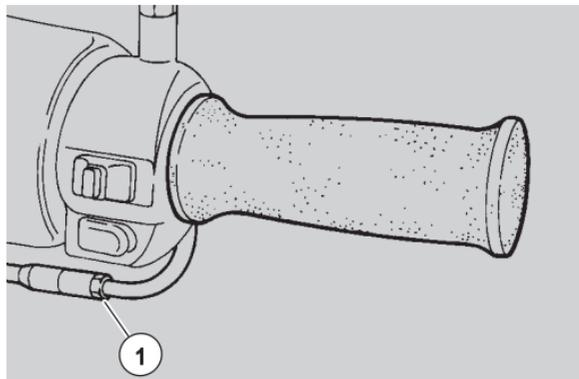

Abb. 47
- ◆ Elektrodenabstand (Abb.47) mit einem Dickenmesser prüfen. Der Abstand sollte 0,5 - 0,6 mm betragen, ggf. kann man versuchen die Masseelektroden vorsichtig zu biegen, um den nötigen Abstand wieder herzustellen.